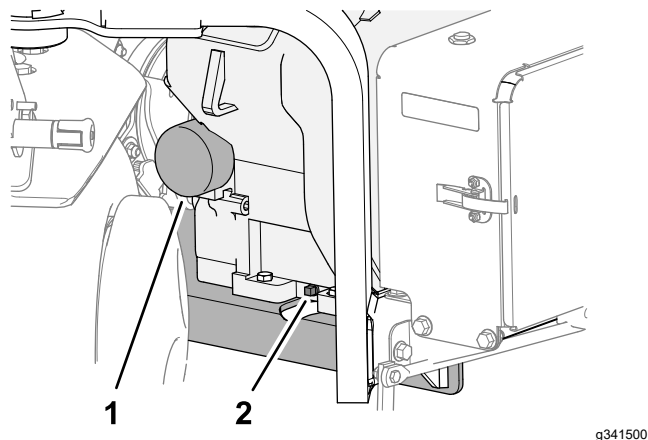

Figure 150
3. Placez un bac de vidange sous le bouchon de vidange et retirez le bouchon (Figure 150).
1. Placez un bac de vidange peu profond sous le filtre à huile et enlevez le filtre (Figure 150).
6. Vissez le filtre à huile sur l'adaptateur jusqu'à ce que le joint touche l'adaptateur (Figure 150), puis serrez encore le filtre d'un demi tour.